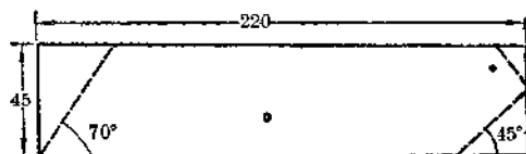

图 6
4. 左右挡板：用  $45 \times 220$  [毫米]2 木板二块制左右挡板，按图 6 所示把挡板左上端削去  $70^\circ$  角一块，右端上、下方各削去一角，然后用砂皮打光。